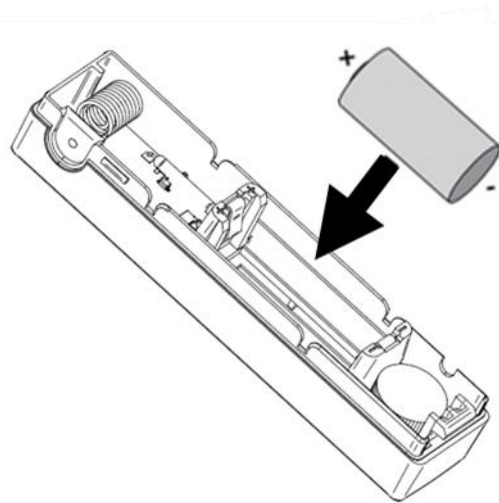

Figure 3
4. Placez une pile comme indiqué sur la figure 3 et attendez que le voyant rouge/vert cesse de clignoter.